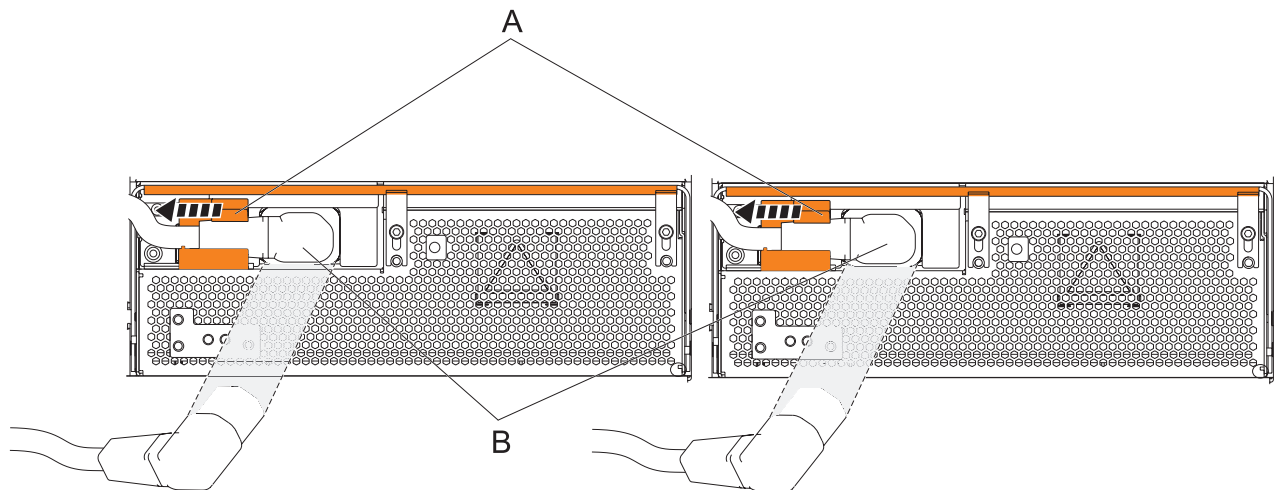

Figure 64. Débranchement des cordons d'alimentation des ensembles de conversion hors ligne
- a. Faites glisser vers la gauche les supports de cordon d'alimentation (**A**) situés A l'avant des deux ensembles de conversion hors ligne. Pour plus d'informations, voir figure 64, à la page 79.